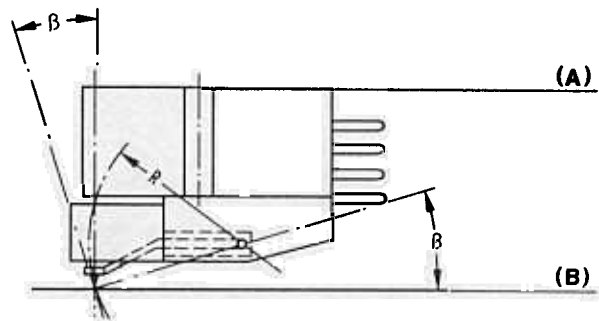

Fig. 3
- Die internationale Norm schreibt einen Bereich von $\beta = 20^\circ$ bis 25° vor (Fig. 3).
- The international standard specifies an angular range of $20^\circ \leq \beta \leq 25^\circ$ (fig. 3).
- La norme internationale prescrit un angle de 20° à 25° (fig. 3).
- De internationale norm schrijft een verticale aftasthoek van β 20° tot 25° voor (Fig. 3).
- Las normas internacionales escriben un campo, entre 20° y 25° (fig. 3).
- Enligt internationell norm skall den ligga inom ett område av $= 20^\circ$ till 25° (fig. 3).